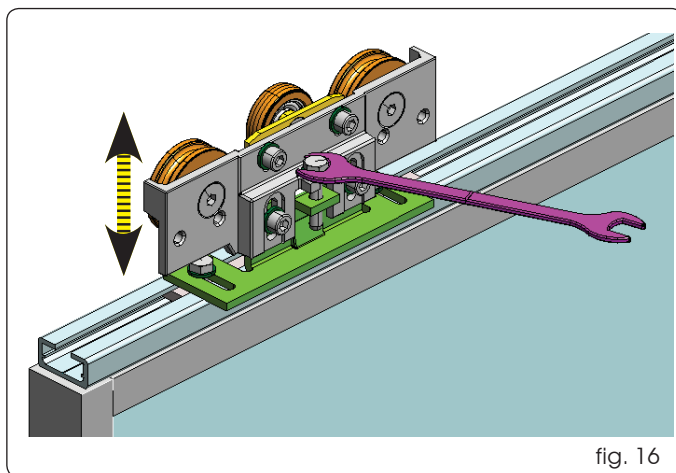

fig. 16
- Gire el tornillo (fig. 16) en sentido horario para subir las hojas, o bien en sentido antihorario para bajar las hojas.